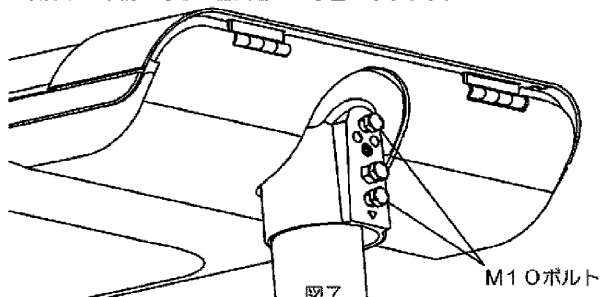

図7
2. ボール受け下面側よりM10押しボルト(2ヶ所)を締め付けてください。(図7)